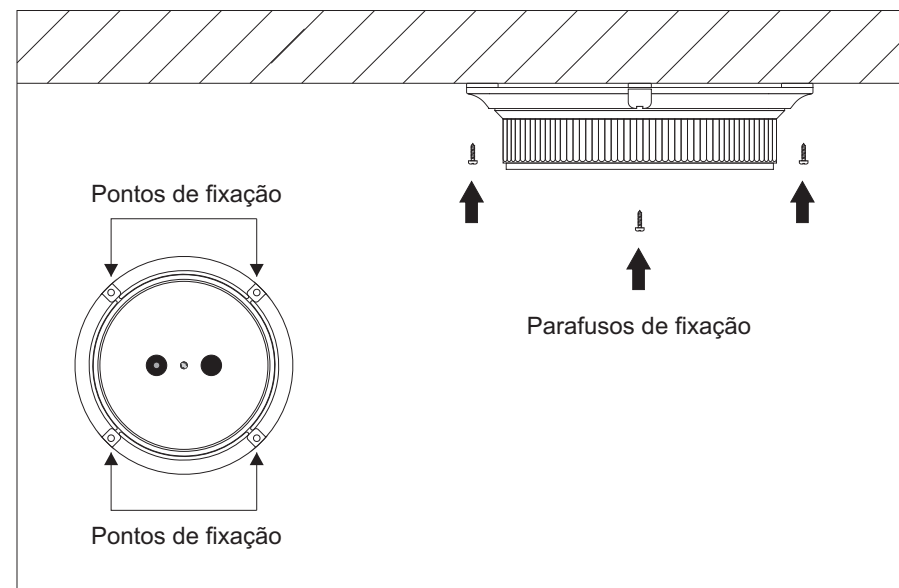

Figura 5
- Ligue os **D353** ao Sinalizador e à fonte de alimentação conforme o diagrama de conexões no item 4 desse manual.;
- Fixe a base do Detector na superfície escolhida através de 4 parafusos (Figura 5).